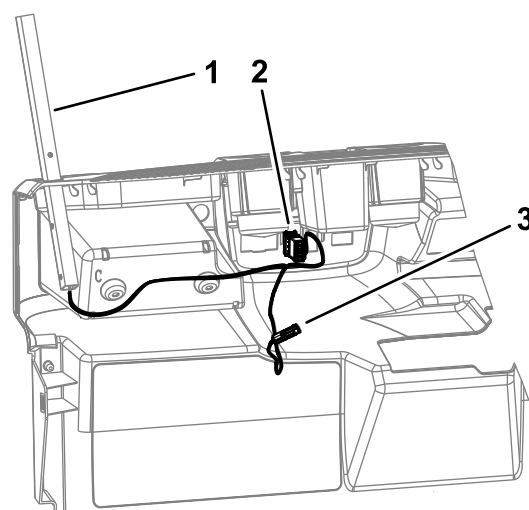

Figura 5
9. Collegate il connettore a 2 pin del cablaggio preassemblato della luce di segnalazione al connettore a 2 prese del cablaggio preassemblato della macchina (Figura 5).
10. Collegate il connettore a 8 prese del cablaggio preassemblato della luce di segnalazione all'interruttore della lampada di segnalazione (Figura 5).